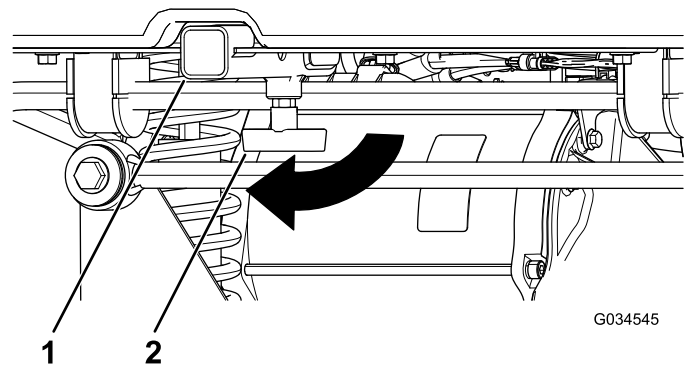

Bild 15
1. Drehen Sie den T-Bügel nach rechts, um ihn zu lösen (Bild 15).
2. Setzen Sie das Zubehör in die Aufnahme, bis die Löcher ausgefluchtet sind (Bild 15).